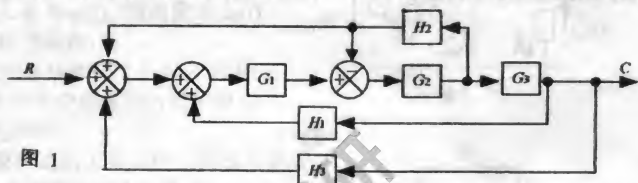

图 1
1. (12%) 简化图 1 所示的系统方框图, 求 $C(s)$ 与 $R(s)$ 之间的传递函数。